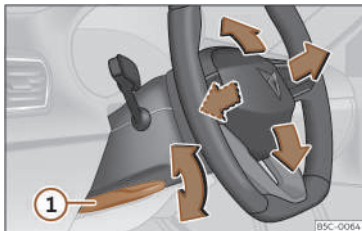

Fig. 78 Leva nella parte inferiore del lato sinistro del piantone dello sterzo.
- Tirare la leva >>> **fig. 78 ①** verso il basso, muovere il volante verso la posizione desiderata e risollevarlo la leva fino al punto di chiusura.
- Dopo aver regolato il piantone dello sterzo, spingere fermamente la leva >>> **fig. 78 ①** verso l'alto affinché il volante non cambi posizione accidentalmente durante la marcia.